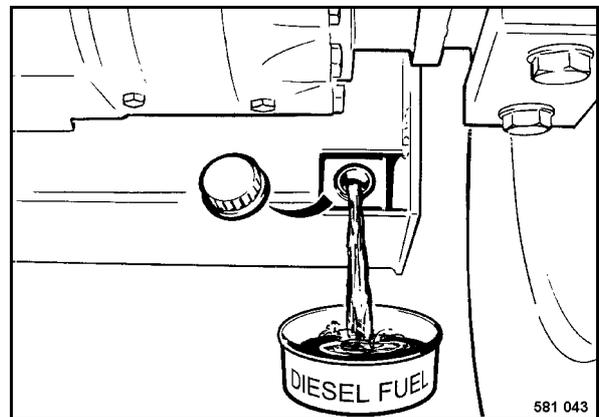

Рис. 146
- Отвинтить колпачок (Рис. 146) и слить примерно 5 литров топлива.